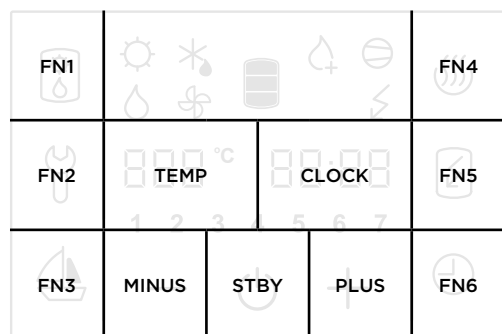

Figura 14: Schermata dei campi
- Premendo a lungo il campo **4** dello schermo (**Figura 14**) si accende la funzione "modalità di servizio".
- Premendo il numero di destra (campo **CLOCK** nella **figura 14**) si passa al parametro successivo.